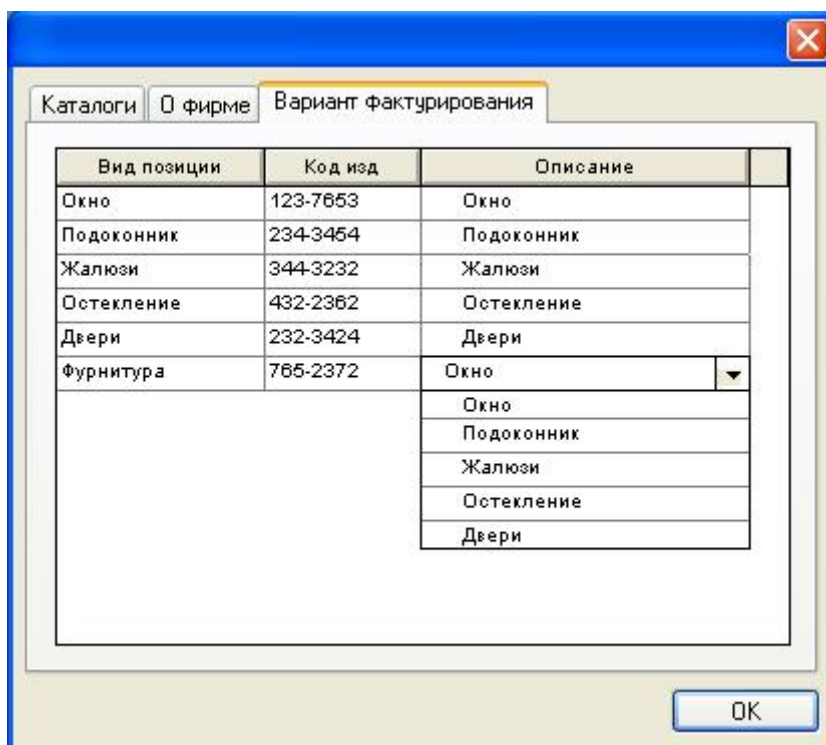

Рисунок 9. Параметры фактурирования
- закладка **Параметры фактурирования** (рис. 9) – вписываем номера РКWiU и выбираем дополнительное описание, вписанное в **Параметры - > Описание счет-фактур** – составляя счет-фактуру в программе **Окна**, эти данные будут автоматически вписываться в соответствующие типы полей.